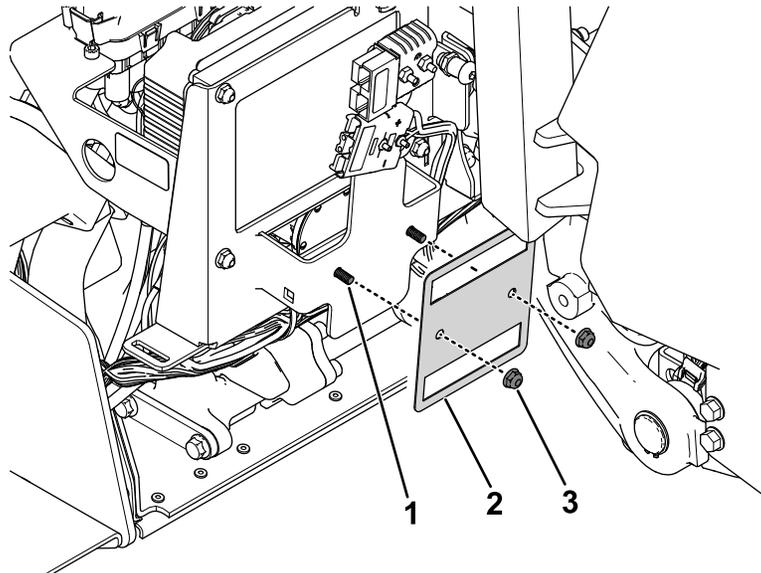

Bild 36
3. Entfernen Sie den vorhandenen Sicherungshalter vom Rahmen (**Bild 36**). Bewahren Sie die abgenommenen Befestigungselemente auf.